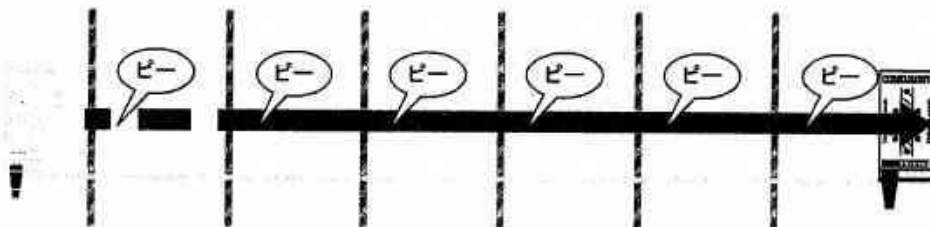

図61:
*いきなり鉄筋一本ずつを探査し、評価することは極力避けてください。(図61参照)